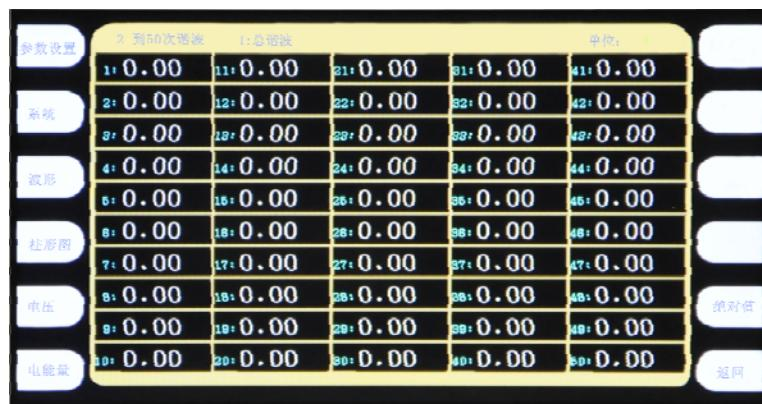
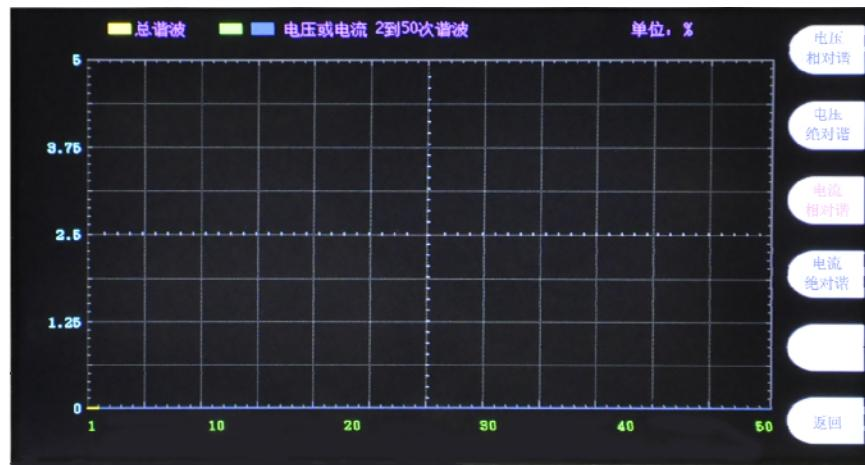
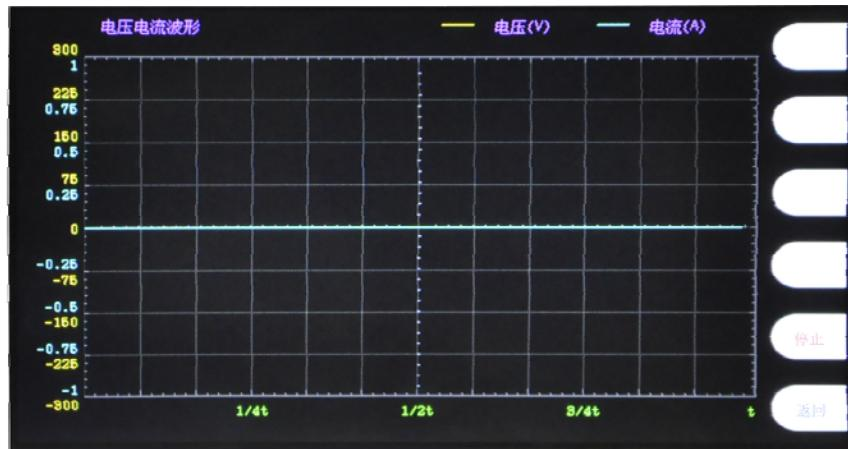

图 4-3
图 4-4
图 4-5
谐波测量结果显示分为 2 种显示形式，即列表显示，柱形图显示。通过图 4-1 的“谐波”按键进入列表显示，如图 4-3。通过图 4-1 的“柱形图”按键进入柱形图显示，如图 4-4。谐波测量部分只测量输入端。
- 1) 在主测量界面下，按图 4-1 的“谐波”按键，便进入如图 4-3 谐波测量界面。
- 1) 当谐波测量设置为电压或电流时, 谐波分析列表结果如上图 4-3 所示, 结果上方的标题处带有参数符号及单位提示, 可表明该列的结果是电压还是电流或是相对谐波还是绝对谐波。
- 1) 在图 4-1 界面下, 按“柱形图”按键进入显示谐波柱状图如图 4-4。
- 2) 进入图 4-4 后, 右侧按钮出现“电压相对谐波”、“电压绝对谐波”、“电流相对谐波”、“电流绝对谐波”共四个按键, 可直接按下相应的按键, 直接观测您需要的参数。
- 1) 在图 4-3 界面下，按“波形”按键进入曲线图如图 4-5。
- 2) 按图 4-5 的“召测”键进行曲线描绘。
- 3) 按图 4-5 的“停止”键停止曲线召测。
- 4) 按图 4-5 的“返回”键退出当前界面。